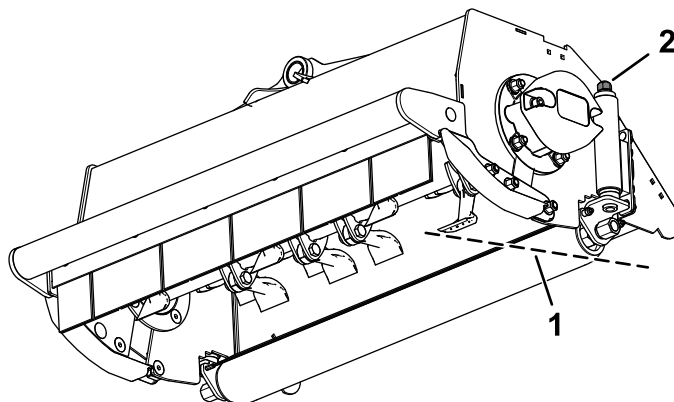

Figura 26
1. Girate il gruppo dado di regolazione su entrambe le estremità in senso orario per diminuire l'altezza di taglio, o in senso antiorario per aumentare l'altezza di taglio (Figura 26).